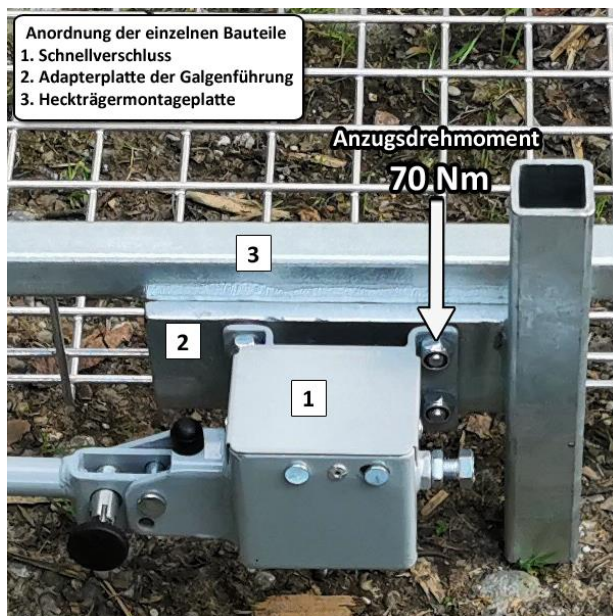

Abbildung 1
1. **Montage der Adapterplatte am Heckträger** (Abbildung 1)
- Demontieren Sie anschließend den Schnellverschluss (1) mit Hilfe zweier Schraubenschlüssel mit der Schlüsselweite 17 und entfernen Sie die 4 alten Sechskantschrauben und Muttern.
- Stecken Sie die längeren, mitgelieferten neuen Sechskantschrauben vom Inneren des Heckträgers durch die Montageplatte (3). Die Galgenadapterplatte (2) wird anschließend über die Schrauben geschoben und zuletzt der Schnellverschluss. Das Führungsrohr der Galgenadapterplatte liegt auf der gegenüberliegenden Seite des Griffes des Schnellverschlusses. (Siehe Abbildung 1)